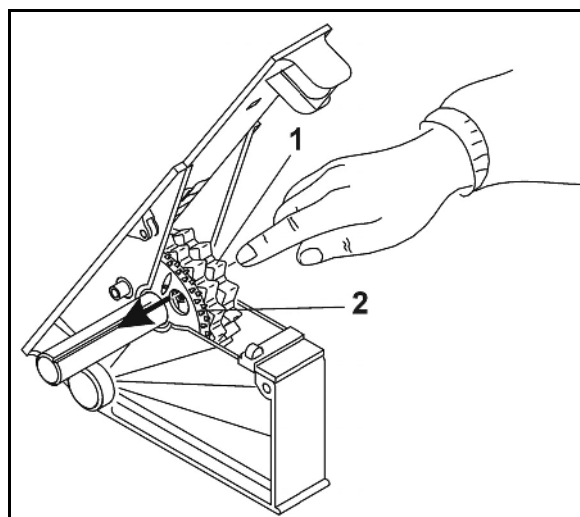

Рис. 22
1. ВВысевающую катушку (Рис. 22/1) для обычных семян поверните на валике высевающего аппарата поверните настолько, чтобы штифт был виден в высевающей катушке.
2. На каждой высевающей катушке нажмите штифт, как показано на Рис. 22, в направлении высевающей катушки для мелких семян (Рис. 22/2). В завершение проверьте соединение!